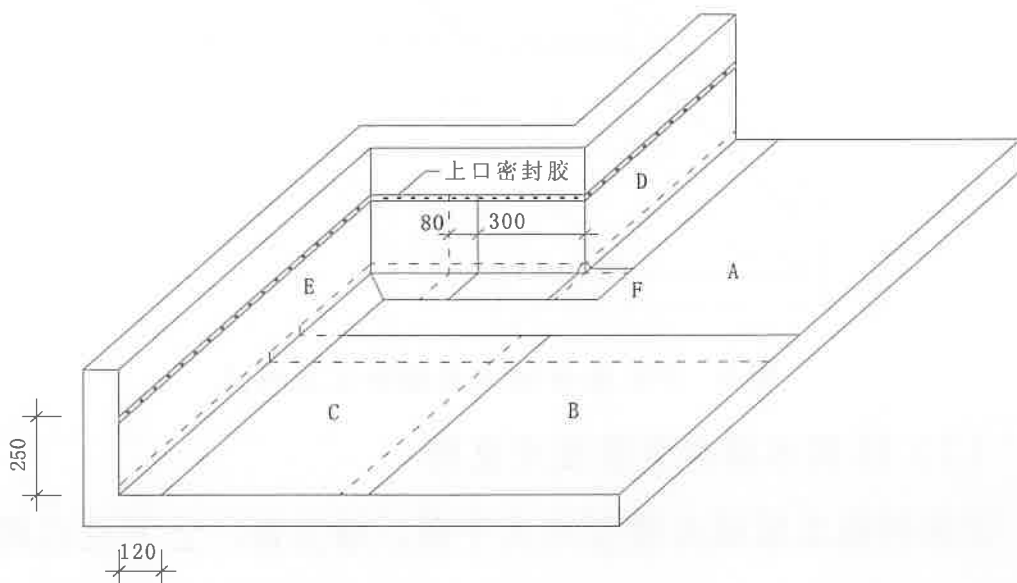

图 5 立面防水搭接及卷材压条收口密封
⑩所有立面和节点处理采用 1.5 厚 H 类 PVC 防水卷材。立面卷材下翻至平面 120mm，盖住 U 型压条（见图 5）。
⑪立面卷材由 2 块组成，竖向搭接宽度 80mm（见图 5）。
⑫立面卷材上口采用收口压条固定，压条上口与卷材平齐，固定螺钉间距小于 200mm。压条上口打密封胶，密封胶应连续饱满。